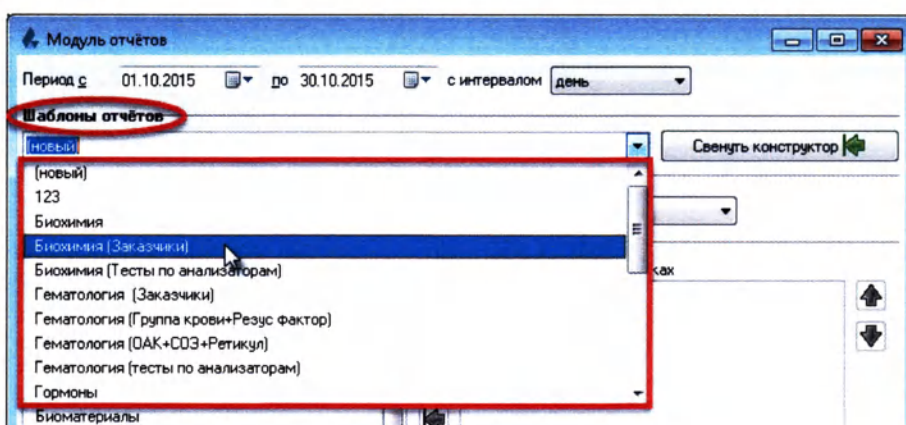

Рисунок 15.16
4. При необходимости выберите ранее созданный шаблон из выпадающего списка «Шаблоны отчетов» (Рисунок 15.16):